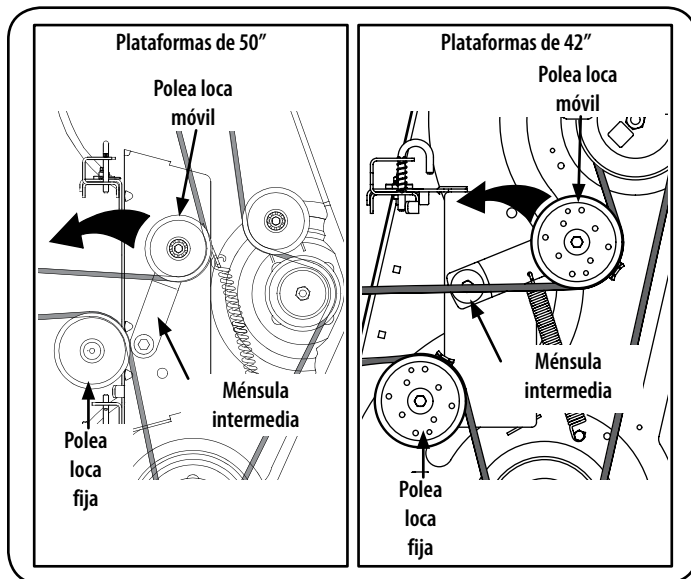

Figura 25
2. Desde la parte media del tractor cortacésped, haga girar el soporte de polea loca y la polea loca móvil hacia atrás, separándolos de la parte posterior de la correa en "V" a una distancia suficiente que permita levantar la correa, por encima de la polea loca. Vea la Figura 25.